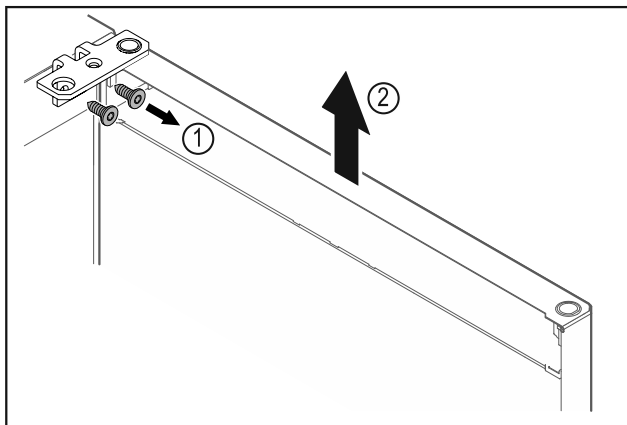

Fig. 9
- ▶ Odvijte kotnik tečaja vrat Fig. 9 (1).
- ▶ Vrata s kotnikom tečaja Fig. 9 (2) dvignite za približno 200 mm naravnost navzgor in jih snemite.